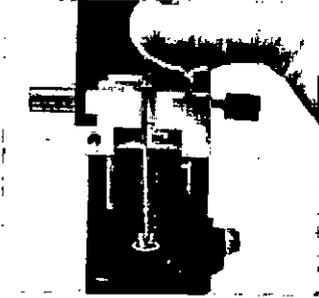

Figura 49
19. La guía está insertada en el tubo. (Ver Figura 49)